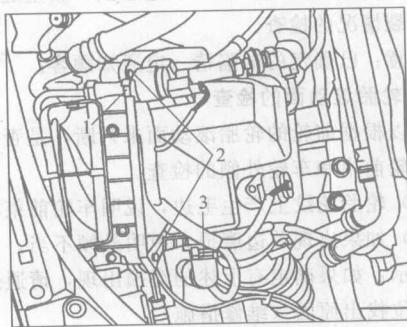

图 1-19 清洁空气滤清器壳和更换滤芯 (1.8T 发动机)
- 1) 打开软管卡箍 1, 如图 1-19 所示, 并拆下连接活性炭罐的软管。